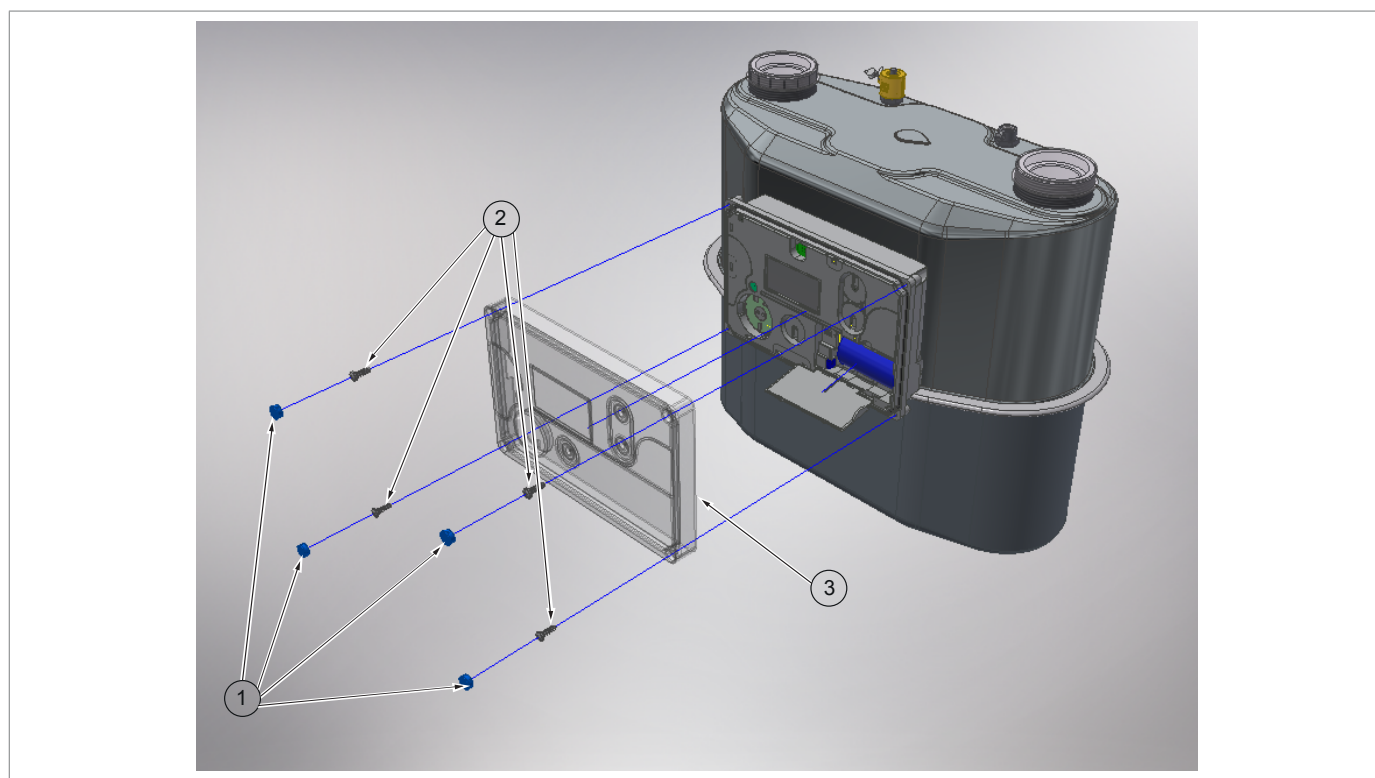

Fig. 11.10. Parti di ricambio
- una posizione riportata nel disegno d'assieme dell'apparecchiatura (Fig. 11.10);